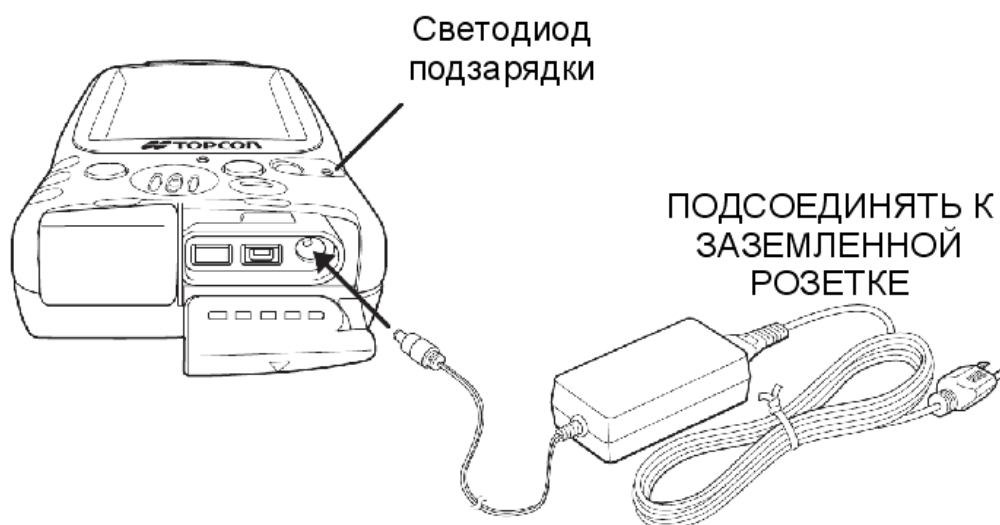

Рисунок 2-2 . Зарядка батареи GMS-2
**Чтобы зарядить батарею с помощью адаптера** (не извлекая батарею из GMS-2), см. рис. 2-2, подсоедините кабель к гнезду питания GMS-2. Затем вставьте вилку адаптера в заземленную розетку. Батарея будет полностью заряжена приблизительно через 6 часов.